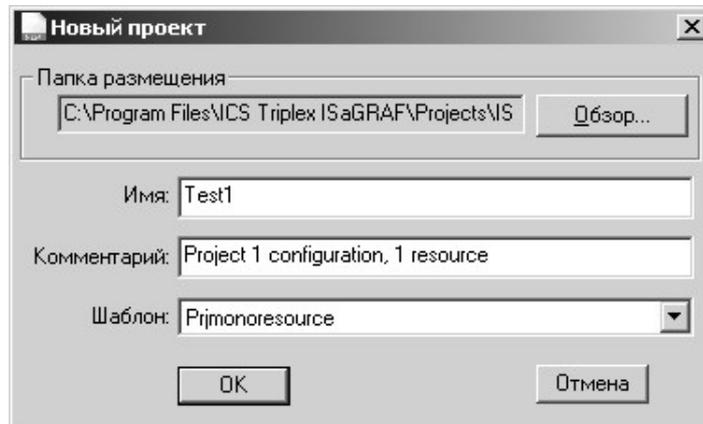

Рисунок 2.1 - Форма создания нового проекта
- 2.1 Запустите на выполнение среду разработки прикладных проектов ISaGRAF Workbench v.5.xx. Выберите шаблон и создайте новый проект (см. рисунок 2.1).